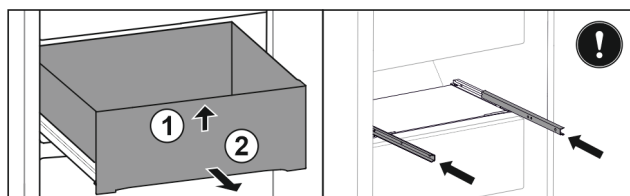

Fig. 158
- Podignite ladicu sprijeda. Fig. 158 (1)
- Izvadite ladicu prema naprijed. Fig. 158 (2)